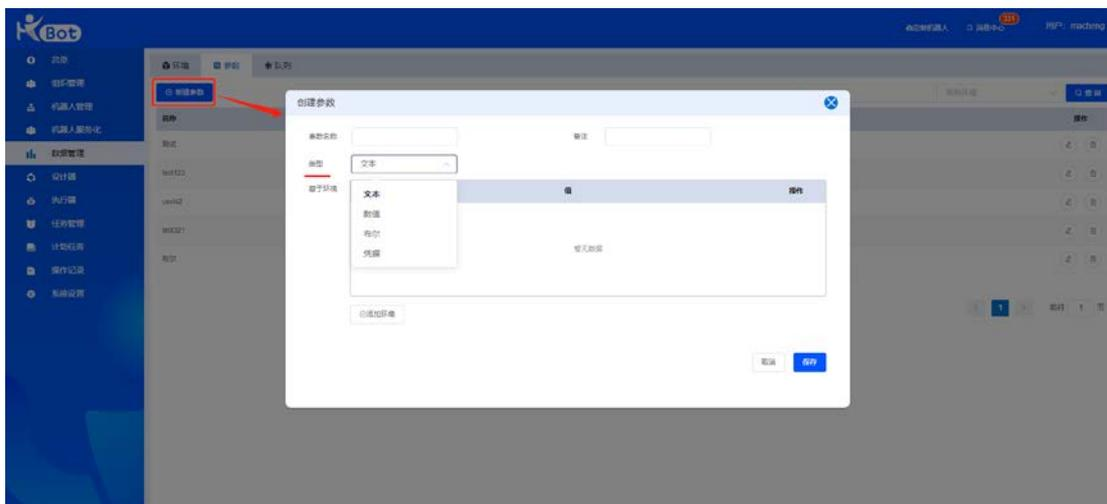

图 43
3) 选择参数类型: 管理平台提供了 4 种参数类型, 分别是文本(支持 JSON 语句)、数值、布尔、凭据, 如图 43.